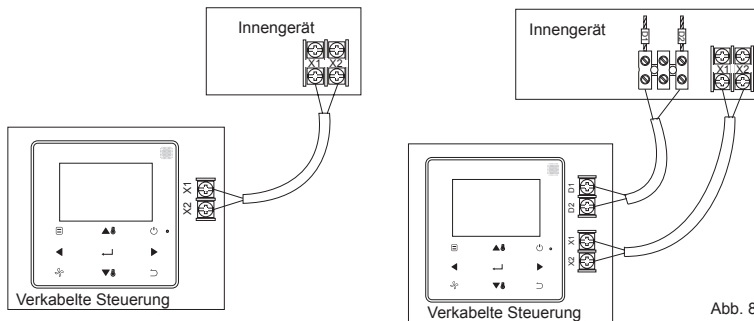

Abb. 8
2.5.3 Innengeräte der zweiten Generation: Schließen Sie die verkabelte Steuerung über die Leitungen X1 und X2 an die Anschlussstellen X1 und X2 der Innengeräte an. Zwischen X1 und X2 liegt keine Polung vor. Siehe Abb. 8.